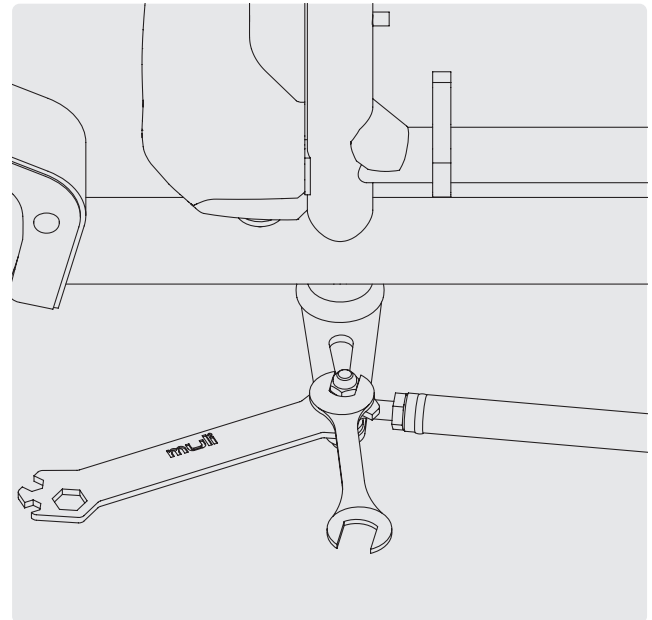

ABB. 12
- 4 Halten Sie die Kontermutter mit einem flachen Mausschlüssel und ziehen Sie die selbstsichernde Mutter mit einem zweiten Mausschlüssel mit einem Drehmoment von 20 Nm auf die Kontermutter (Abb. 12).